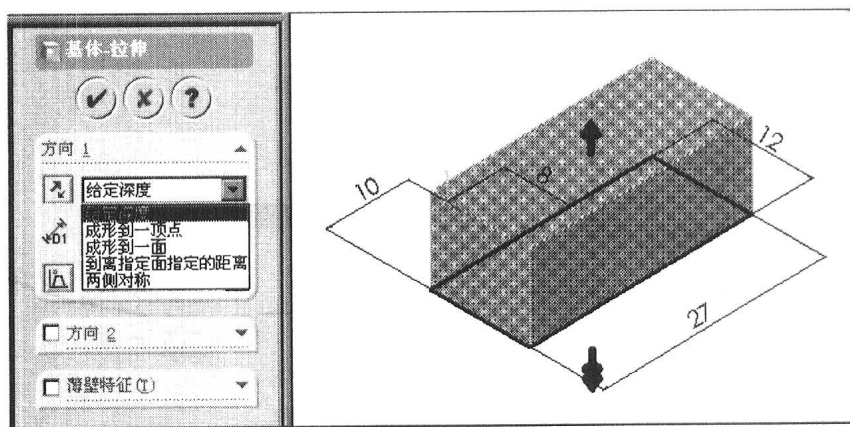

图 1-5 拉伸后的结果
- 10** 将草图 1 拉伸成基体，使矩形框转变为立方体，如图 1-5 所示。